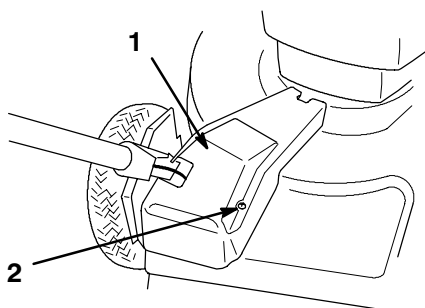

Figure 30
2. Enlevez les boulons qui fixent le carter de courroie à la tondeuse (Fig. 30).